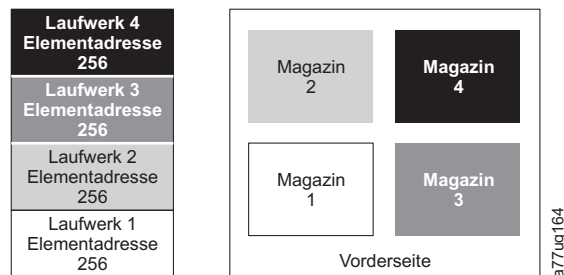

Abbildung 164. Konfiguration eines Systems mit vier Partitionen
- Logisches Kassettenarchiv 1: Fach 1 bis 23, 4096 (0x1000) bis 4118 (0x1016) (siehe Abb. 164 auf Seite 230)
Bei der Konfiguration mit vier logischen Partitionen lauten die Zuordnungen der Elementadressen wie folgt (die DTE-Zuordnungen sind in Abb. 164 aufgeführt).